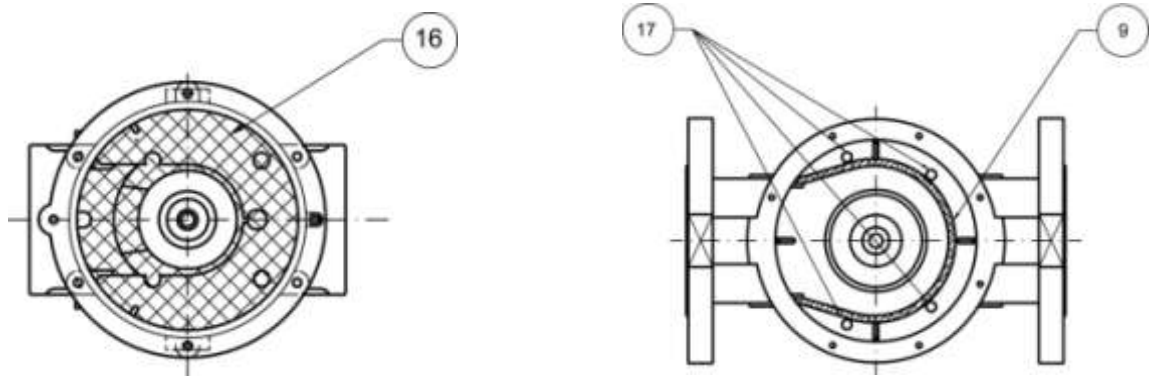

Рис. 11
**DN 15 ÷ DN 50** (см. рис 1): при помощи отвертки отпустить винты крепления (9), осторожно снять с корпуса (5) крышку (2), проверить состояние затвора и при необходимости заменить резиновую прокладку (3). Затем прочистить или продуть фильтрующую сетку (16) либо заменить его при необходимости (правильное положение фильтрующего элемента показано на рис. 11) и собрать устройство, выполняя обратную последовательность действий.
**DN 65 ÷ DN 300** (см. рис. 3): при помощи отвертки отпустить винты крепления (3), осторожно снять с корпуса (5) крышку (2), проверить состояние затвора (11) и при необходимости заменить резиновую прокладку (10). Затем прочистить или продуть фильтрующий элемент (9) либо заменить его при необходимости (правильное положение фильтрующего элемента показано на рис. 11 и 12) и собрать устройство, выполняя обратную последовательность действий.